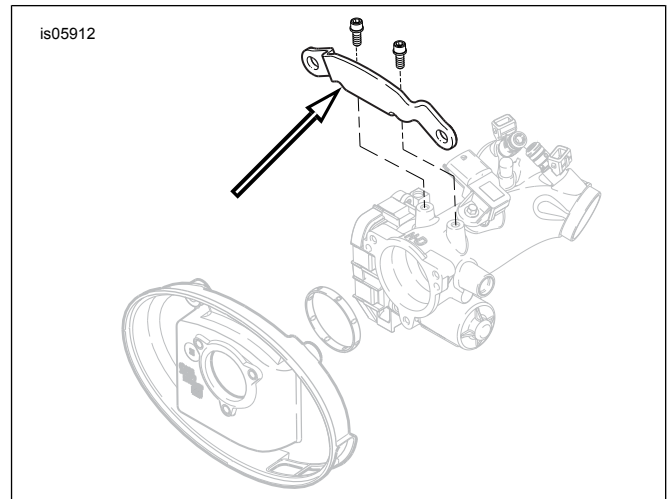

Figura 1. Extracción de la pieza de soporte, del soporte del módulo de inducción
4. Vea la Figura 1. Del soporte del módulo de inducción, quite y deseche la pieza de soporte.